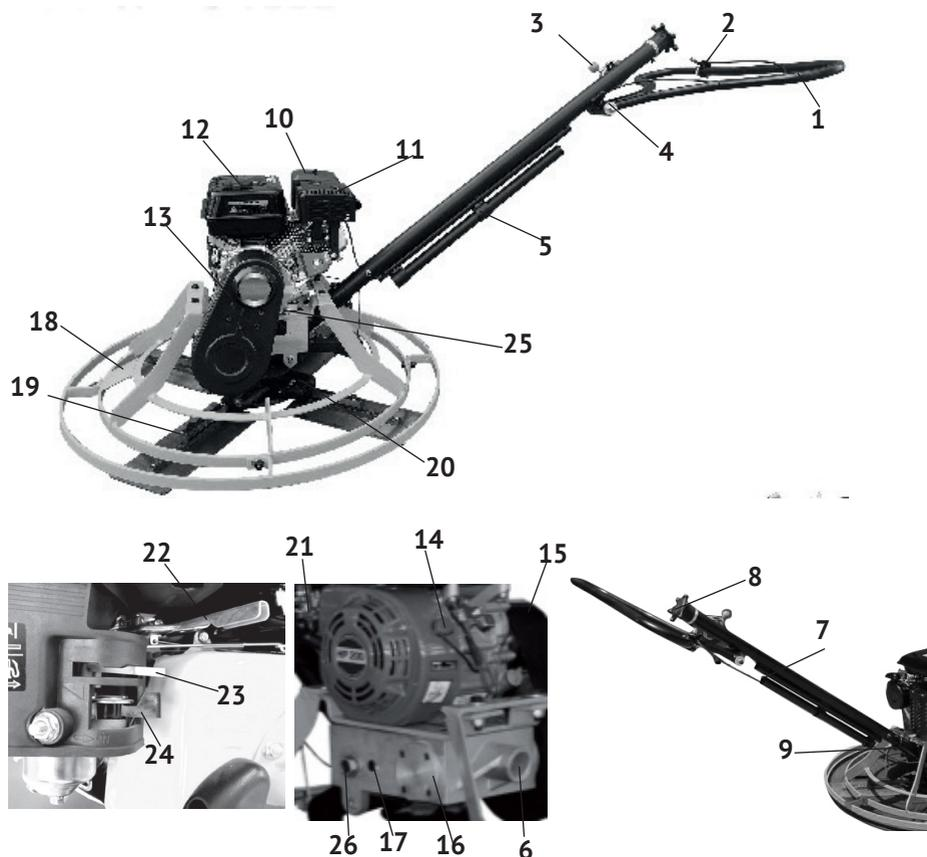

рис.1
4.1 Общий вид затирочной машины и органов управления двигателем представлен на рис. 1:
4.2 Основные узлы затирочной машины: двигатель, рукоятка управления, механизмом изменения угла наклона лопаток, усиленная кольцевая защита (рис.1 поз.18) закреплены на корпусе редуктора (рис.1 поз.16). Ремённая передача с муфтой сцепления закрыта металлическим кожухом (рис.1 поз.13). На выходном валу редуктора закреплена крестовина (рис.1 поз.20) с 4-мя лопастями (рис.1 поз.19).
Для удобства работы оператора, рычаг управления дроссельной заслонкой (рис.1 поз.2) выведен на рукоятку управления (рис.1 поз.1).
На рукоятке (рис.1 поз.1) смонтирован рычаг (рис.1 поз.3) экстренной остановки, отключающий двигатель при возникновении нестандартных ситуаций.
- вставить нижнюю часть рукоятки управления (рис.1 поз.7) в патрубков осно-
вания (рис.1 поз.9);
- ослабив болт крепления (рис.1 поз.4), повернуть верхнюю часть рукоятки управления (рис.1 поз.1) в положение, удобное для работы (на уровне талии);
- затянуть болт крепления верхней рукоятки, проверить надёжность установки рычагов: дроссельной заслонки (рис.1 поз.2) и экстренной остановки (рис.1 поз.3).
- уровень масла в картере двигателя и в редукторе через окно контроля (рис.1 поз.26);
Проверить уровень масла в редукторе через окно контроля (рис.1 поз.26), при необходимости дополнить, открутив пробку (рис.1 поз.17).
Для того, чтобы сбавить избыточное давление в баке, откручивайте крышку бака (рис.1 поз.12) осторожно. Заливайте бензин в топливный бак не более чем на 1 см ниже уровня основания заливной горловины. Перед запуском двигателя тщательно протрите крышку бензобака, удалив возможные при заправке брызги топлива.
Для экстренной остановки двигателя необходимо перевести рычаг экстренной остановки (рис.1 поз.3) в положение «STOP».
7.1 Установите затирочную машину в начале обрабатываемого участка. Машину должны поднимать и перемещать два человека. Один поднимает за рукоятку управления (рис.1 поз.1), второй за транспортировочную рукоятку (рис.1 поз.5), сняв её с рукоятки управления (рис.1 поз.7) и вставив в отверстие (рис.1 поз.6) с противоположной стороны.